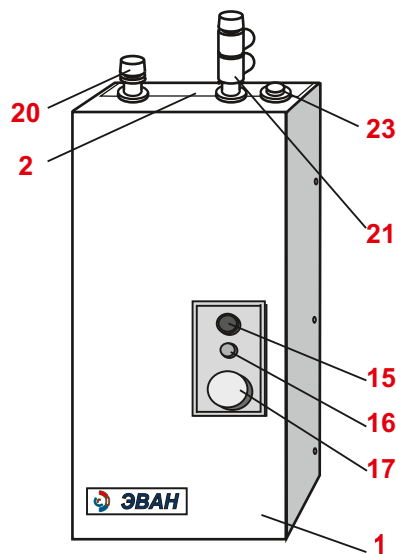

Рисунок 1.
4.1 Водонагреватели ЭВАН-В1 -6; -7,5; -9; -12; -15; -18; -24; -30 в соответствии с рис.1, 2 состоят из следующих основных частей:
- кожуха (1) рис.1 с брызгозащитной панелью (2);
4.4 На входном патрубке установлен обратный клапан (20) (рис.1), при монтаже водонагревателя на выходной патрубке устанавливается "группа безопасности" (21) из комплекта поставки.
4.6 Для предотвращения попадания брызг на клеммник подключение питающего кабеля осуществляется через гермоввод (уплотнительную манжету) (23) (рис. 1).
- отвинтить и снять с кожуха брызгозащитную панель (2) - рис.1;